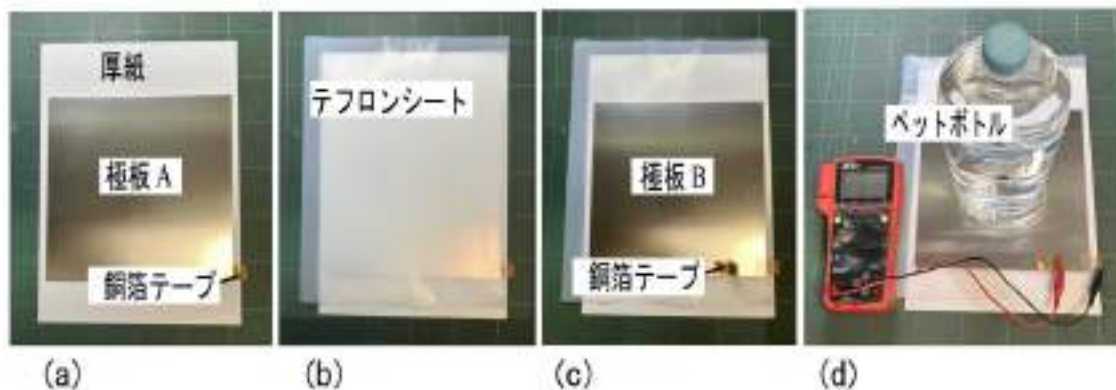

図 1-2
- ① 1 辺 20.0 cm、厚さ 2.00 mm の極板 A および極板 B を平行平板コンデンサーとして用いる。各極板の銅箔テープはアルミ板と電氣的に導通している。アルミ板の縁は鋭いため、手を切らないよう注意すること。
- ② 極板 A を、銅箔テープ側を下にして厚紙の上に置く(図 1-2(a))。その上にテフロンシートを置き(図 1-2(b))、さらにその上に極板 B を、銅箔テープ側を上にして重ねて置く(図 1-2(c))。極板 A と極板 B が完全に重なり合うように注意する。
- ③ 極板 B の上にペットボトルを載せて加重する(図 1-2(d))。
- ④ デジタルマルチメーター（以下、DMM と呼ぶ）のテストリード（赤）を V/ Ω /Hz ジャックに、テストリード（黒）を COM ジャックにそれぞれつなぐ(図 1-2(d))。
- ⑤ 極板 A、極板 B それぞれの銅箔テープに、DMM の赤・黒 2 つのテストリード（ミノムシクリップ）を取り付けると、2 極間の電気容量を測定することができる(図 1-2(d))。銅箔テープは切れやすいので注意すること。切れた場合は、監督者に知らせなさい。